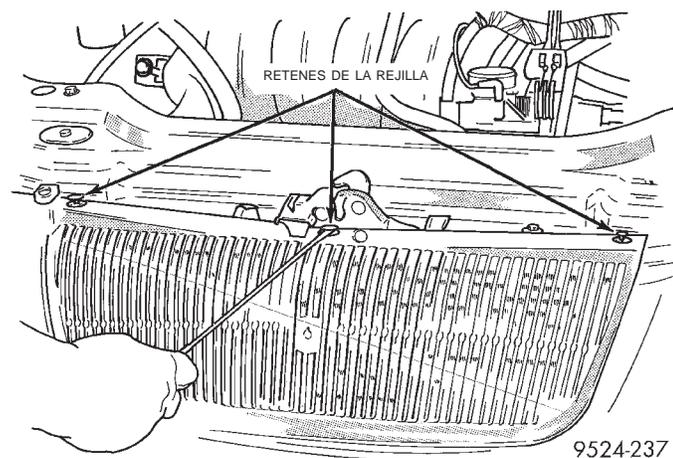

Fig. 24 Retenes de la rejilla
- (1) Retire el refrigerante del sistema de A/A con una máquina de recuperación de refrigerante.
- (2) Desconecte y tape la tubería del A/A en el condensador.
- (3) Retire los retenes de la rejilla (Fig. 24). Para informarse sobre los procedimientos de desmontaje, consulte el grupo 23, Carrocería.